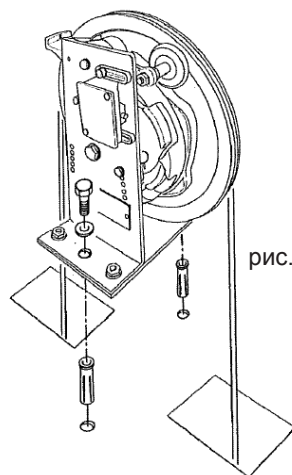

рис. 6
- Установите держатели направляющих противовеса так, чтобы выровнять ось шкива ограничителя скорости с натяжным шкивом (Рис. 6) .
- Поддержка противовеса до достижения высоты ок. 45 мм от дна колодца (приблизительное значение) (Рис. 6) .